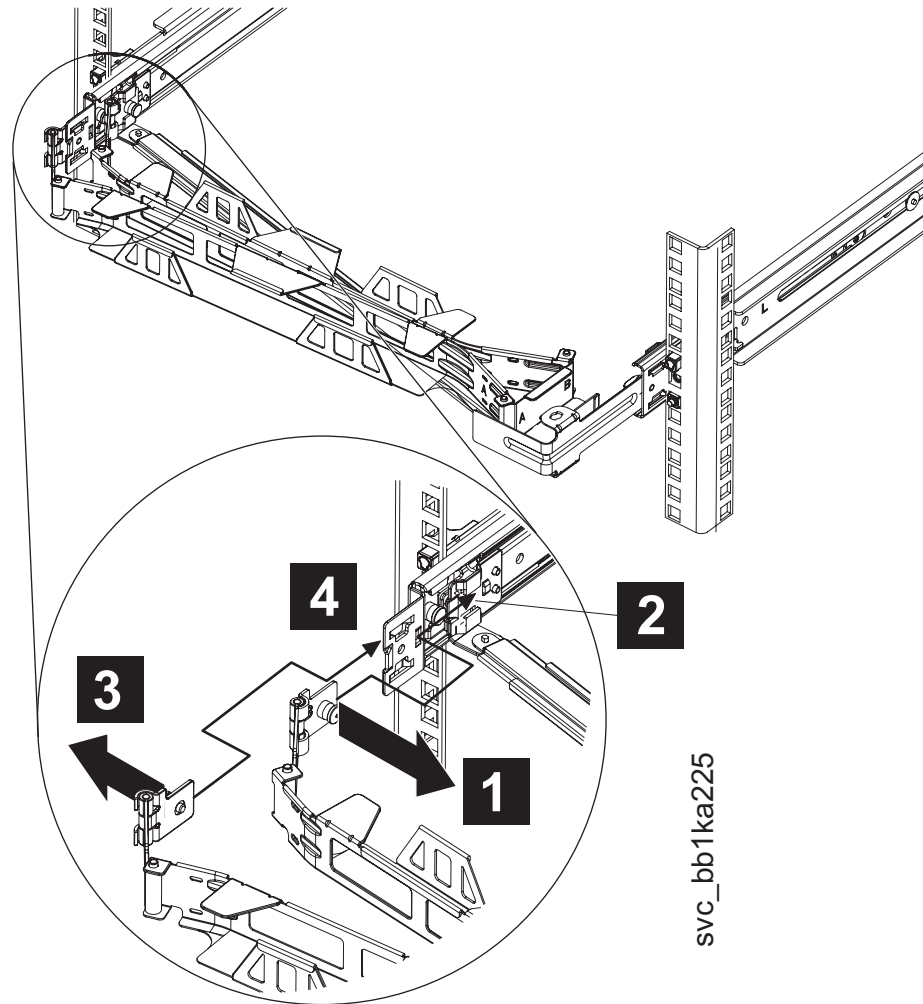

図 11. SAN ボリューム・コントローラー 2145-CF8 サポート・アーム上のケーブル・マネジメント・アーム
- a. 31 ページの図 11 の **3** に示すように、ケーブル・マネジメント・アーム・ピンを引き抜き、ケーブル・マネジメント・アーム・タブをスライドさせて、スライド・レールの外側のスロット **4** から引き出します。